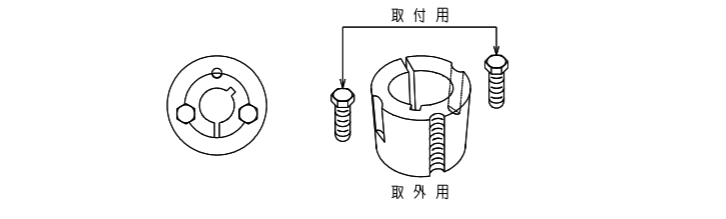

図1
- ブッシュ，テーパーロック及びハブASSYのテーパー部を清浄し、油や埃を去除して下さい。ブッシュ，テーパーロックをハブASSYに挿入し、ボルト，6カクにより仮締めして下さい。(図1参照)ブッシュ,テーパーロックを締付けたときは、ボルト,6カクのねじ部にロックタイトを少量塗り、ねじ穴にねじ込み、交互に少しずつ均等に締めて下さい。ボルト,6カクを締付けた後、傷がつかないようにブロックあるいはスリーブを当てて、ブッシュ,テーパーロックの径の大きい方の端を木ハンマで叩いて下さい。そうすると、再びボルトを指定の縮付トルクでねじ込むことができます。木ハンマで叩いてもボルトが表1の縮付トルクで回らなくなるまで繰返して下さい。